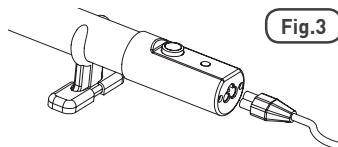

Fig.3
- Antes de instalar el calentador se recomienda enchufar el cable empujándolo totalmente en el enchufe del cable del calentador [Fig. 3]